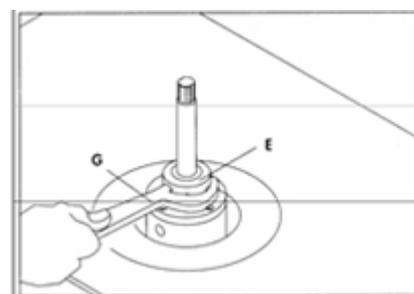

Рис. 3.13
7. Используя специальный прилагаемый гаечный ключ (G) Рис. 3.13, затяните гайку шпинделя (Е), как показано на рисунке.